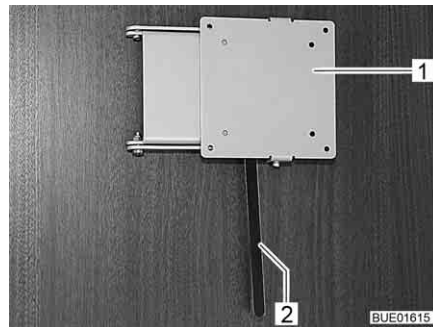

Bild 90 Fäste med låsspak
- Tryck låsspaken (Bild 90,2) åt sidan och sväng fästet (Bild 90,1) med den platta bildskärmen till önskat läge.
- Vrid tillbaka den platta bildskärmen tills fästet (Bild 90,1) hakar fast i låset.